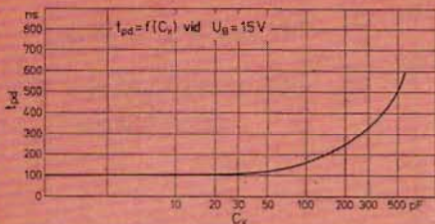

Fig 1. Signalfördröjningstid som funktion av  $C_x$ .
■ ■ Den typiska signalfördröjningstiden  $t_{pd}$  som funktion av  $C_x$  visas i *fig 1*. Redan vid  $C_x = 100$  pF ökar fördröjningstiden väsentligt. Med  $C_x = 1$  nF erhålles  $t_{pd}$ -värdet på ca  $3 \mu s$ . *Fig 2—4* visar hur det med hjälp av en extra integrationskapacitans  $C_x$  går att höja den dynamiska störningssäkerheten. Av *fig 2* och *3* framgår störspänningens  $U_s$  beroende av störpulsbredden  $t_s$  vid olika värden på integrationskapacitansen  $C_x$ . Sambandet visas vid de båda inlägena logisk "0" och logisk "1" samt vid olika matningsspänningar ( $U_B = 10,8$  V,  $15$  V och  $20$  V).